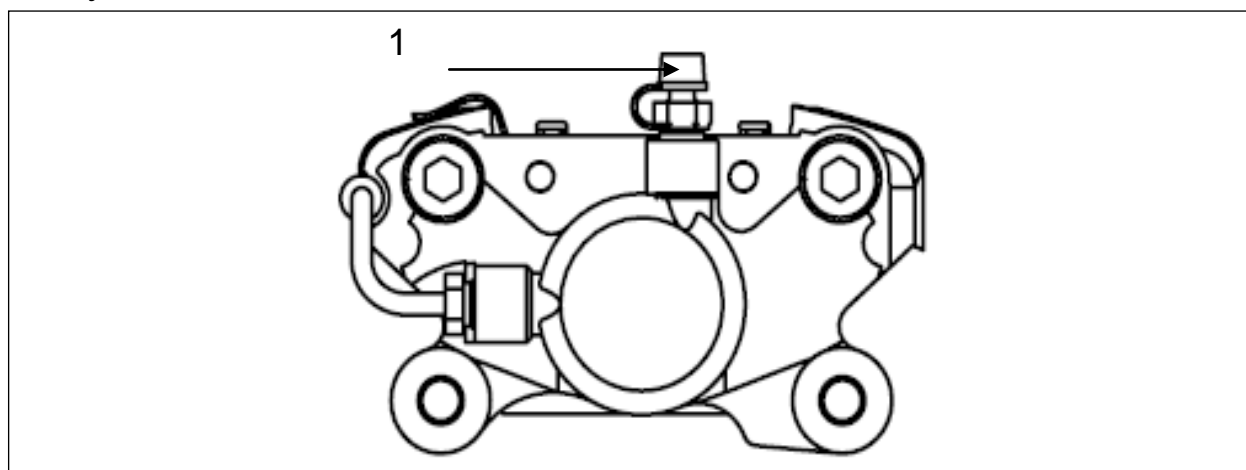

Рисунок 49 – Тормозной суппорт
2. Налейте тормозную жидкость в емкость бачка, наденьте трубку на перепускной штуцер 1 (рисунок 49) тормозного суппорта, свободный конец трубки погрузите в тормозную жидкость, залитую в специальную емкость;